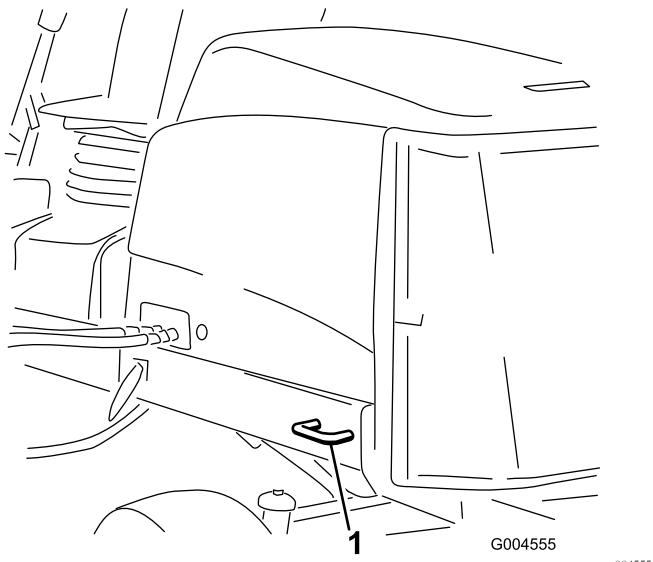

Figura 25
- **Traseira da máquina** – cada lado da máquina na estrutura traseira (Figura 25).